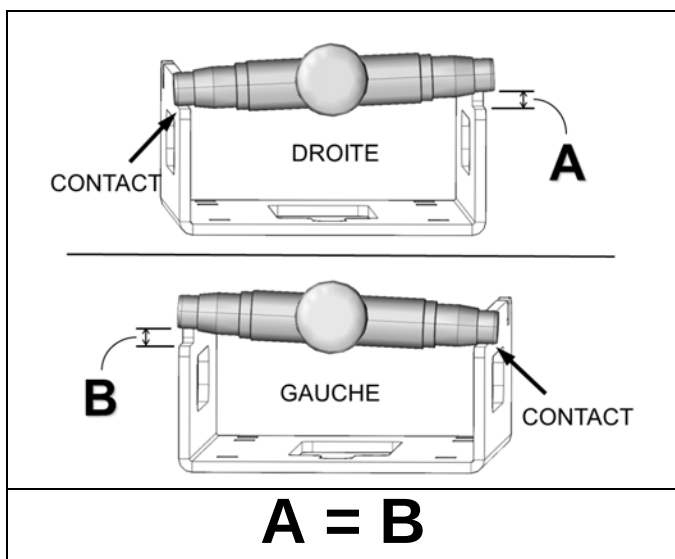

Figure 44
Vérifier le jeu en retirant les deux attaches en nylon installées à l'arbre de roue du tensionneur. Garder une extrémité de l'arbre avant appuyée sur le gabarit et tourner le tensionneur pour mesurer l'espace (A) entre l'arbre de roue et le gabarit. Vérifier le jeu (B) des deux côté. Le jeu doit être distribué de façon égale. Voir la Figure 44.